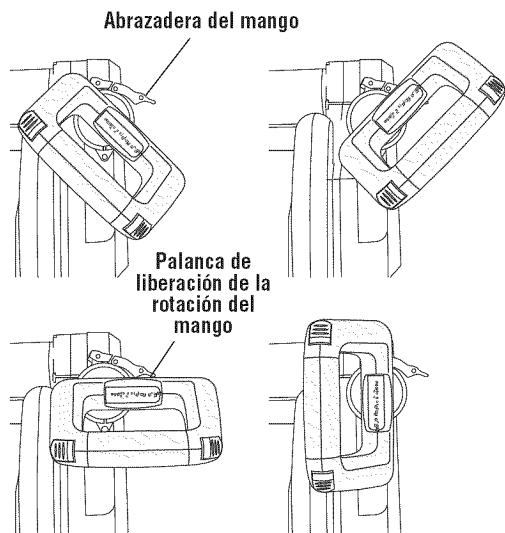

Figura 16. Ajuste de la posición del mango principal
1. Suelte la abrazadera del mango (Figura 16).
2. Tire de la palanca de liberación de la rotación del mango y manténgala sujetada (Figura 16).
4. Suelte la palanca de liberación para que el mango quede en su lugar. La palanca de liberación sólo se retrae en una de las cuatro (4) posiciones.